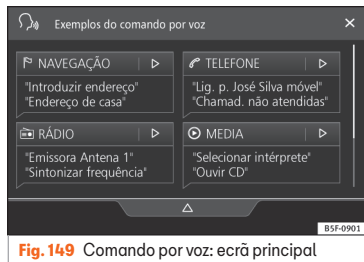

Fig. 149 Comando por voz: ecrã principal
• Ao ativar o comando por voz soa um som de início de diálogo e exibe-se o ecrã principal de controlo por voz. » **Fig. 149**, [o ecrã principal aparece no formato selecionado em **Ajustes do comando por voz** » **Página 169**]. As indicações faladas guiam-no através do seguinte «diálogo».
- Ocultar ou mostrar menu controlo por voz » **Fig. 149**.
Ao ativar o controlo por voz o sistema leva-o ao ecrã principal **»» Fig. 149** no qual aparecerão os contextos nos quais funciona o sistema e as ordens principais.